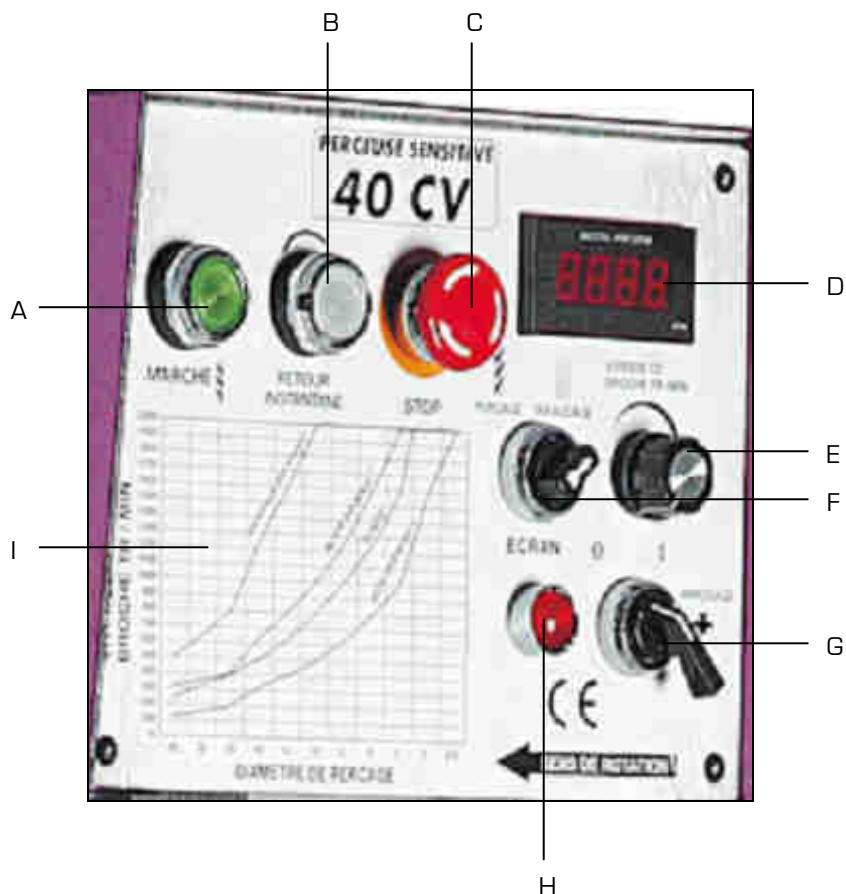

Figure 2
1. Enclencher à fond le levier sur la position choisie (A).
2. Augmenter ou diminuer la plage de vitesse lors de la rotation de la broche en tournant le potentiomètre [E fig.2].